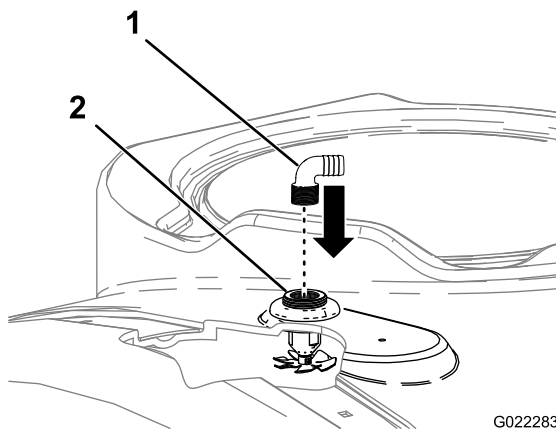

Bild 9
- Schrauben Sie die zwei Spüldüsen-Schlauchzahnungen in die Gewindeöffnungen der Spüldüsen-Schotts ein (Bild 9).